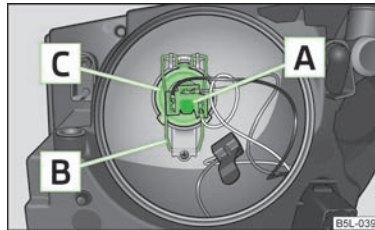

Fig. 171
- Disconnect plug **A** » Fig. 171.